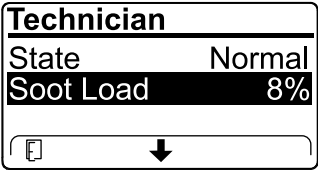

Figura 35
- Veja a carga de fuligem que é medida como percentagem de fuligem no DPF (Figura 35); consulte a tabela de carga de fuligem.